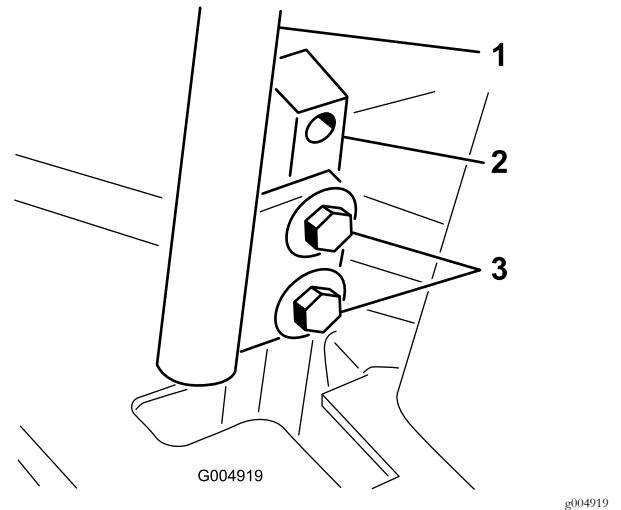

Figure 59
- Desserrez les boulons de fixation des leviers de commande (Figure 59).